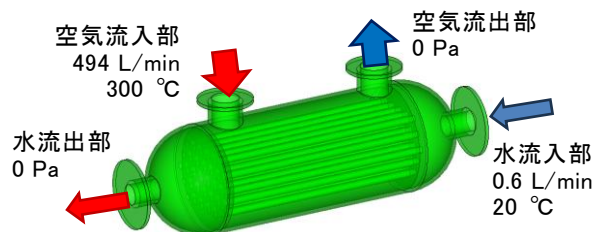

図 1 解析モデル (CAD データ) と解析条件
【手順①: CAD データの作成・読み込み】図 1 に、解析モデル (CAD データ) および解析条件を示します。ソフトウェアによりますが、CAD データには、STEP、Parasolid、SAT、IGES など中間形式のソリッドデータを用います。
【手順⑥：境界条件の入力（流量、温度、発熱など）】境界条件として、流入口の流量（流速や圧力でも可）・流出口の圧力を設定します。モデル上で該当する面を選択し、流量や圧力の値を入力します。ここでは、図 1 に示す境界条件を設定しました。また、熱交換器本体の材質をステンレスとしました。